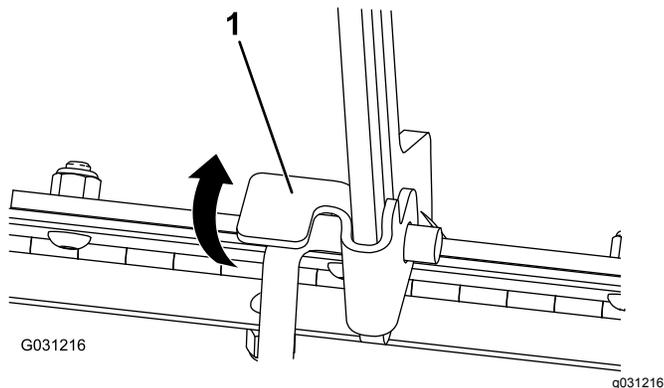

**Рисунок 32**
1. Ослабьте запорный винт капота (Рисунок 32)
2. Поверните защелку капота по часовой стрелке (Рисунок 32).
3. Поднимите рукоятки и поднимите капот вверх (Рисунок 32).
3. Затяните запорный винт капота, чтобы закрепить защелку (Рисунок 32).